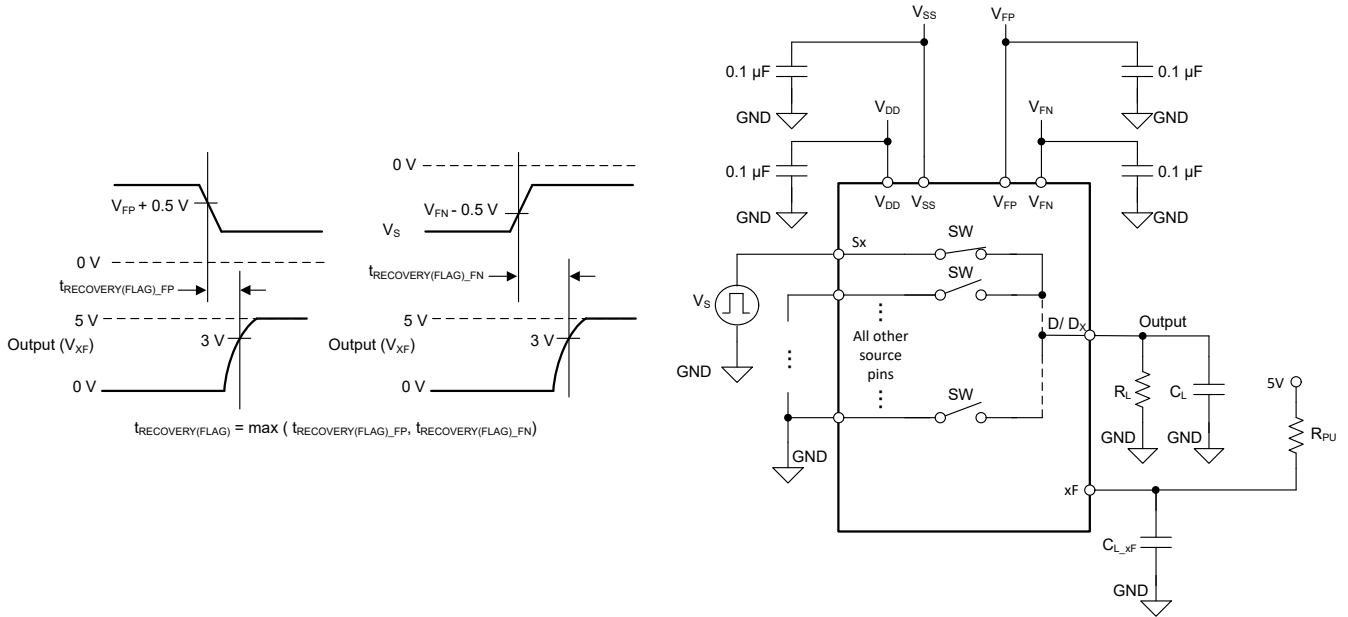

图 6-12. 故障标志恢复时间测量设置
故障标志恢复时间 ($t_{\text{RECOVERY(FLAG)}}$) 测量源电压从过压状态下降到低于故障电源电压 (V_{FP} 或 V_{FN}) 加 0.5V, 与一般故障标志 (FF) 引脚或特定故障标志 (SF) 引脚在 5V 外部上拉时升至 3V 以上之间的延迟。图 6-12 展示了用于测量 $t_{\text{RECOVERY(FLAG)}}$ 的设置。